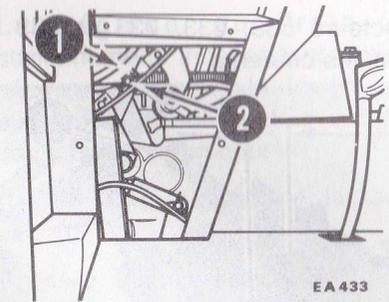

Figure 100
Pour régler l'embrayage de prise de force, retirez le boulon de fixation du levier (2) Retirez le levier (1) et la plaque-couvercle (3). Réglez la tringle (2) figure 100 - jusqu'à ce que la garde "A" soit correcte.